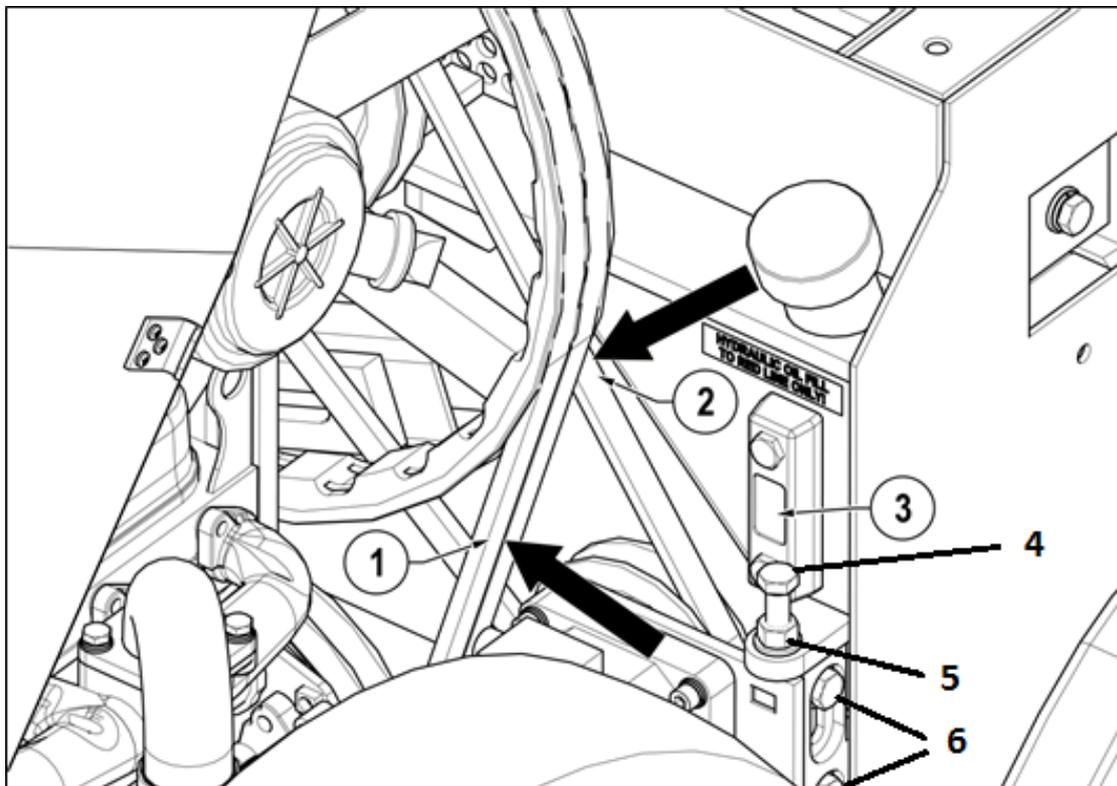

Abbildung 15
Alle Antriebsriemen befinden sich unter der Motorabdeckung, siehe Abbildung 12 und Abbildung 13. Prüfen Sie die Spannung an den mit den Pfeilen dargestellten Positionen, siehe Abbildung 15. Prüfen Sie die Spannung und stellen Sie sie wie folgt ein:
1. Lockern Sie die Klemmschraube(n) oder Mutter (6).
2. Bei der Hydraulikpumpen-Einstellschraube muss die Sicherungsmutter gelockert werden (5).
3. Drehen Sie die Einstellmutter oder -schraube (4) und spannen Sie den Riemen, bis eine Spannung von 4,5 kg die längste Spanne in der Mitte um 6 mm ablenkt (siehe Abbildung 15). Kann durch festes Greifen des Riemens zwischen Finger und Daumen und durch Verdrehen angeglichen werden. Der Riemen sollte sich um nicht mehr als 90° drehen können.